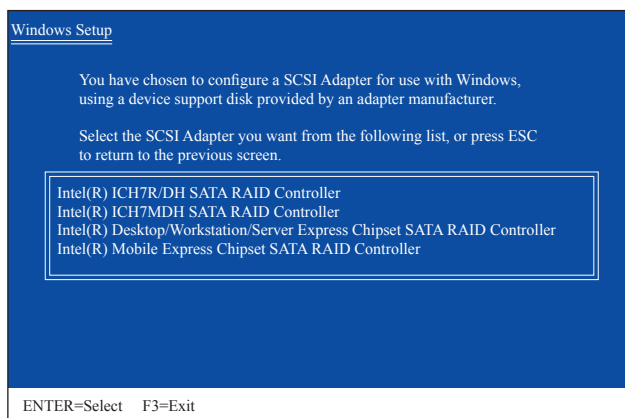

図 3
SATA RAID/AHCIドライバを含むフロッピーディスクを挿入し、<Enter>を押します。次に、以下の図3のようなコントローラメニューが表示されます。**Intel(R) Desktop/Workstation/Server Express Chipset SATA RAID Controller**を選択し、<Enter>を押します。AHCIモードの場合、キーボードの矢印キーを使用して**Intel(R) ICH10R SATA AHCI Controller**アイテムにスクロールし<Enter>を押します。